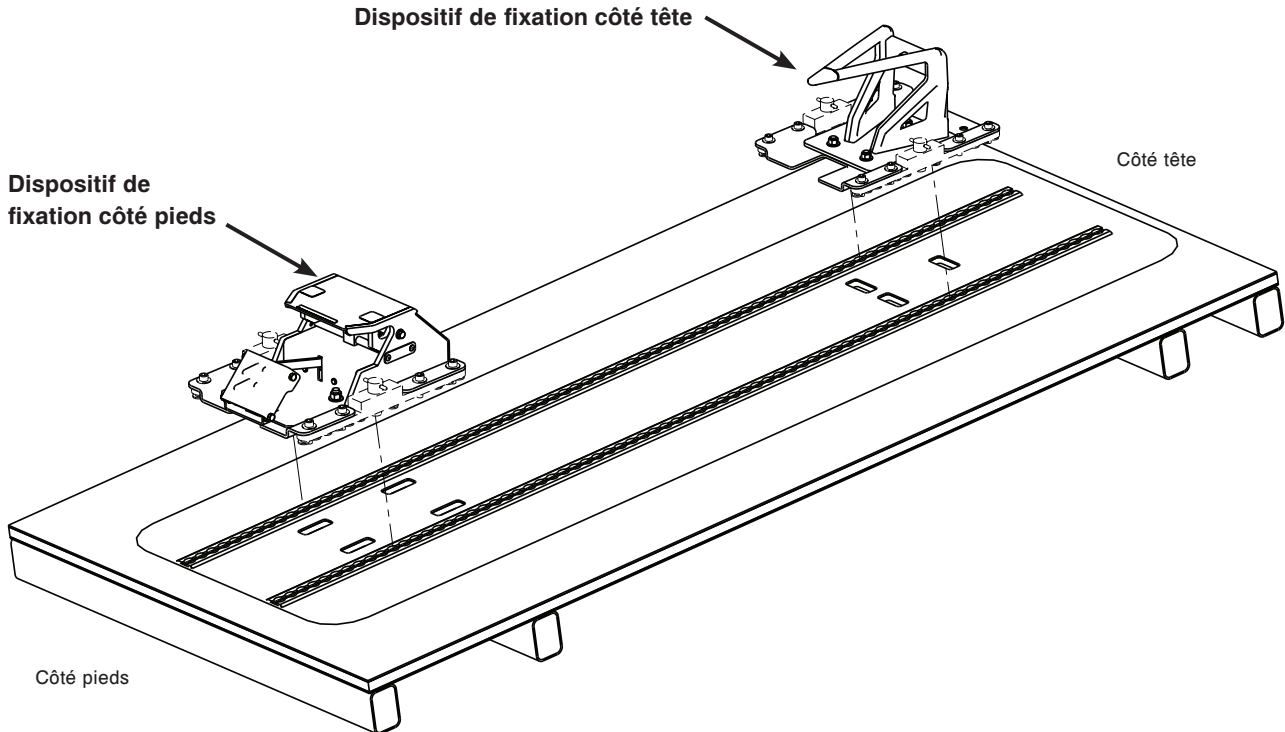

Figure 7 – Dispositif de fixation côté tête et côté pieds – installation des rails de plancher
- Répéter les étapes 2 à 5 pour installer le dispositif de fixation côté tête sur le rail de plancher (Figure 7).